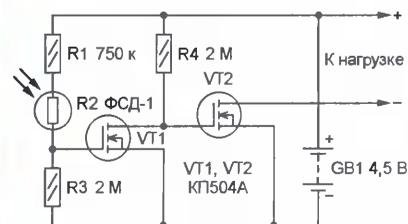

Рис. 2
**Примечание редакции.** Чертеж проводников печатной платы на рис. 2 приведен в зеркальном отображении. Это сделано для облегчения его термопереноса на фольгу с ксерокопии или распечатки на лазерном принтере. При правильном выполнении этой операции надпись "З!" в углу платы должна стать читаемой.